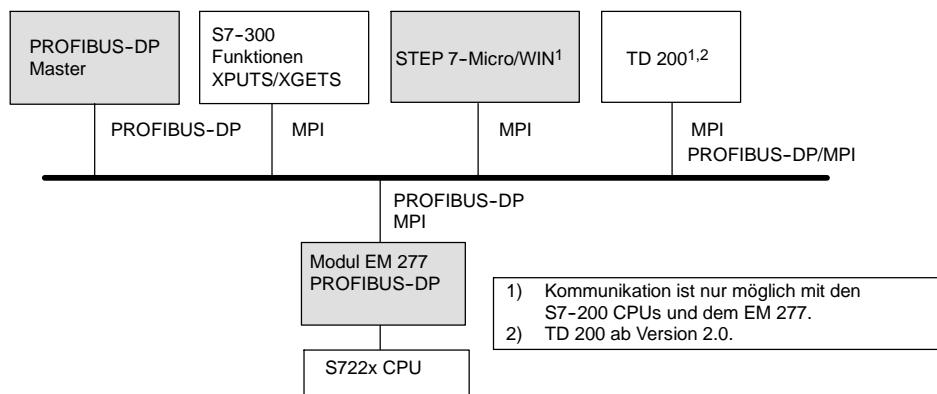

Bild A-30 PROFIBUS-DP/MPI-Netz
Maximal sechs Verbindungen (sechs Geräte) können zusätzlich zum DP-Master an das Modul EM 277 PROFIBUS-DP angeschlossen werden. Eine Verbindung ist reserviert für ein Programmiergerät (PG) und eine ist reserviert für ein Operator Panel (OP). Die anderen vier Verbindungen können von einem beliebigen MPI-Master genutzt werden. Damit das Modul EM 277 PROFIBUS-DP mit mehreren Mastern kommunizieren kann, müssen alle Master mit der gleichen Baudrate betrieben werden. Eine mögliche Netzkonfiguration zeigt Bild A-30.